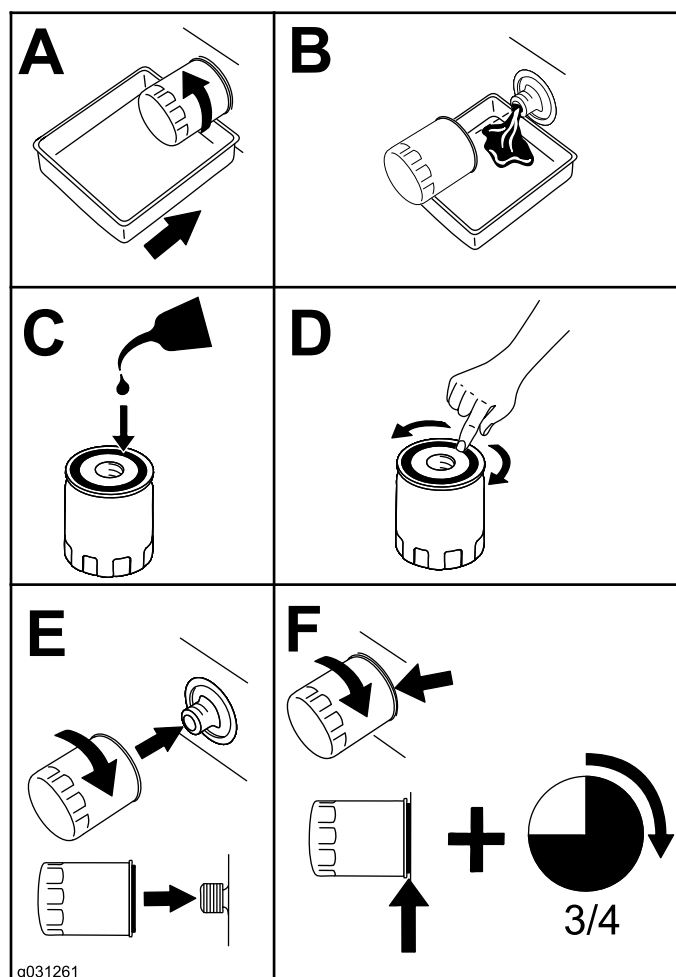

Рисунок 92
4. Замените масляный фильтр двигателя (Рисунок 92).